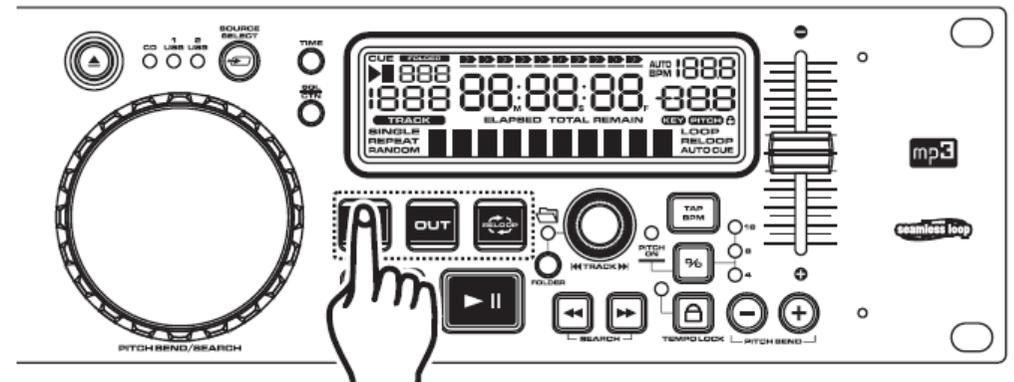

Bild 22
Drücken Sie den In Button (17). Dies setzt den Startpunkt des nahtlosen Loops (**Bild 22**).